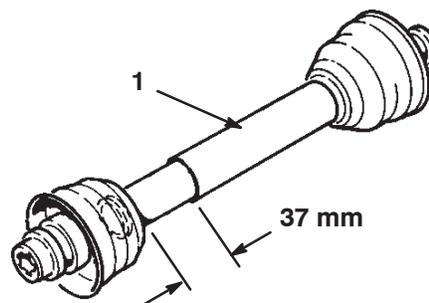

Bild 4
- Bei der geringsten Länge müssen die beiden Hälften der Zapfwelle mindestens 37 mm zusätzlichen Zusammenklappraum aufweisen (Bild 4). Wenn der Wert in Schritt 2 nicht mindestens 37 mm größer als der Abstand in Schritt 3 ist, ist die Zapfwelle zu lang. Gehen Sie auf Schritt 5. Wenn der Abstand zum Zusammenklappen der Zapfwelle ausreicht, gehen Sie auf Schritt 10.